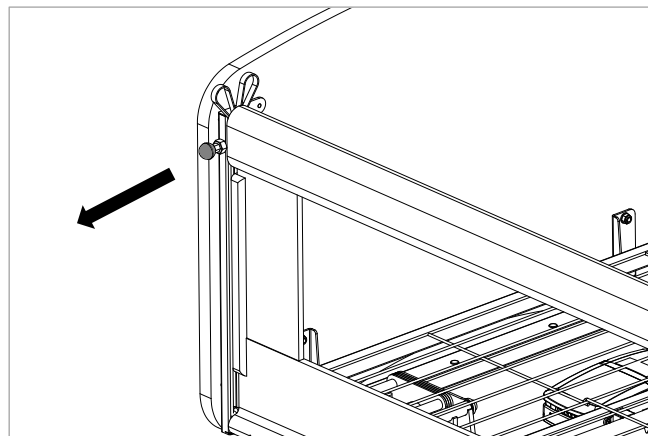

Figure 7.5
5. Rétractez le piston de verrouillage (voir Figure 7.5).